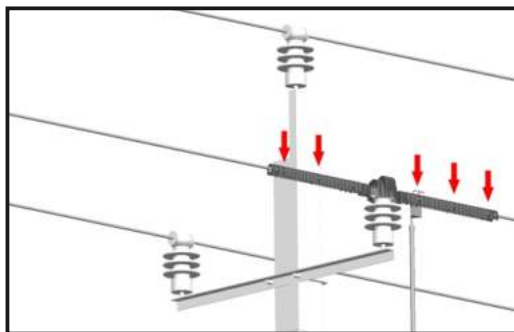

Рис. 34.
9.3.6. Крюком захвата защелкнуть оставшиеся пять клипс плавным нажатием вниз (Рис. 34).